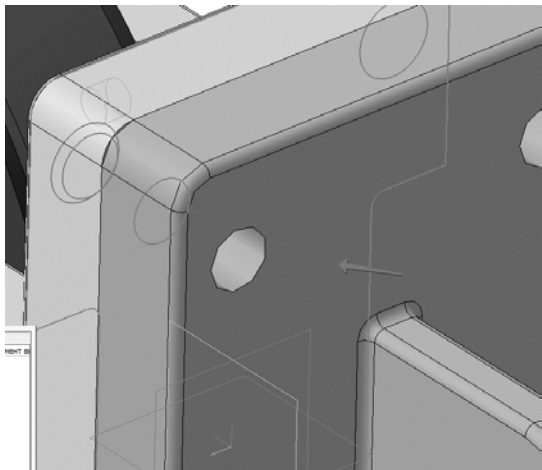

Рис. 115. Выбор второй поверхности для определения длины болта
10.3.11 Затем разверните сборку обратной стороной и укажите плоскую грань *Кронштейна* (рис. 115).